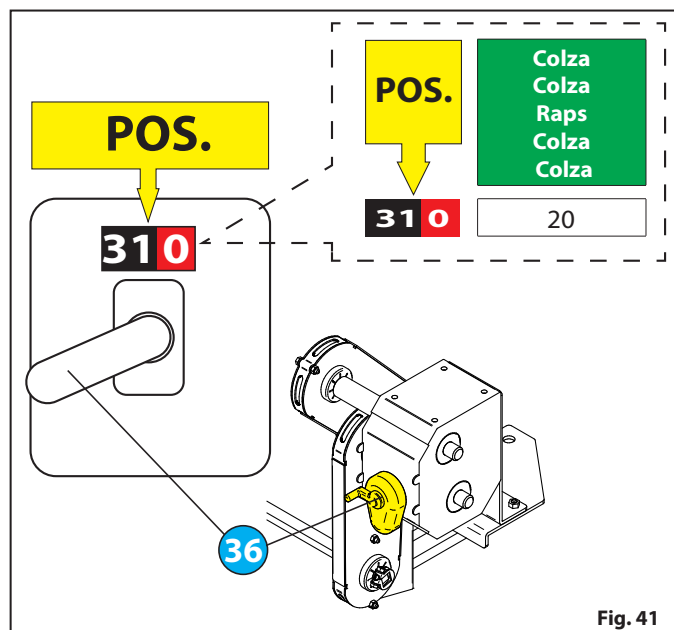

Fig. 41
- Po określeniu wartości ustawienia, przekręcić pokrętko **36** aż zostanie osiągnięta wartość znajdująca się na "Fig. 41".